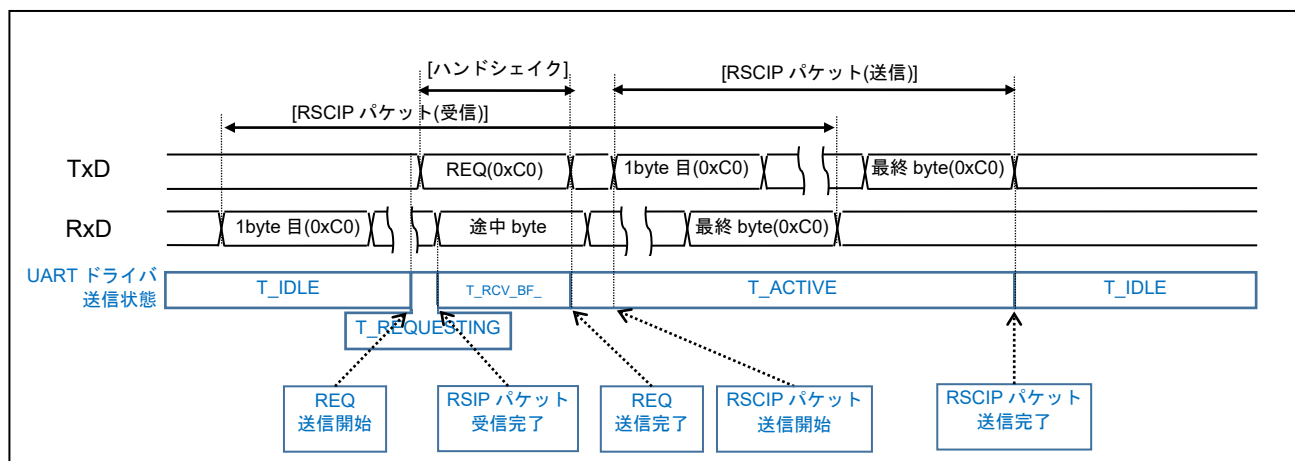

図 4-4 Host MCU が BLE MCU からのデータを受信している場合の動作
- (b) Host MCU が BLE MCU からの RSCIP パケットを受信中(図 4-4)